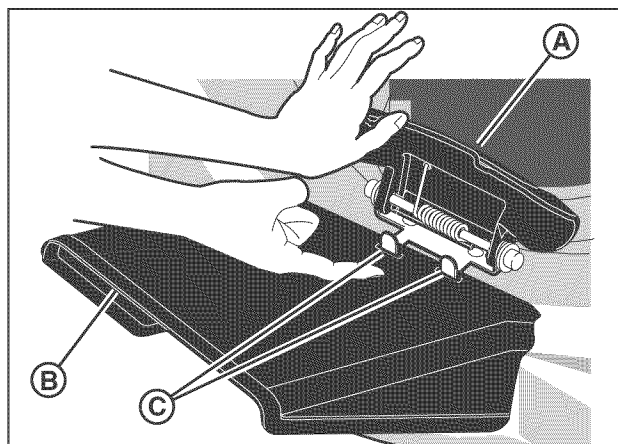
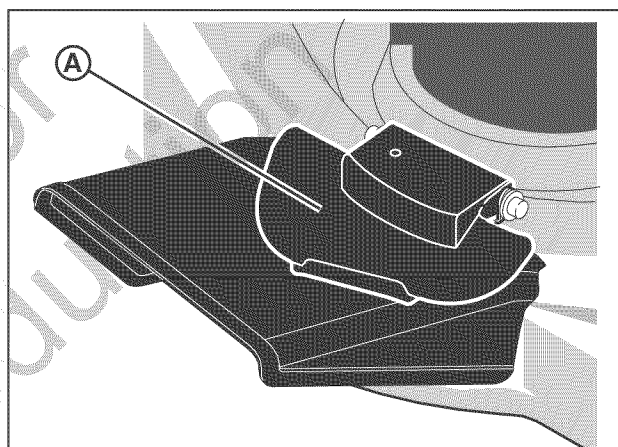

Figura 10: Instalación del deflector de descarga lateral
Figura 11: Liberación de la cubierta del triturador
1. Levante la cubierta del triturador (A, Figura 10).
2. Sujete el deflector lateral (B). Verifique que las lengüetas de enganche (C) atraviesa las ranuras en el deflector lateral.
3. Baje la cubierta del triturador (A, Figura 11).